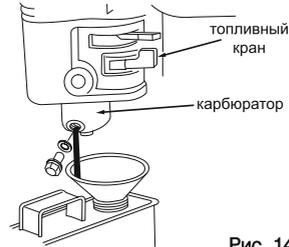

Рис. 14
9.6.1. Слив топлива осуществляется в следующей последовательности (см. рис. 14):